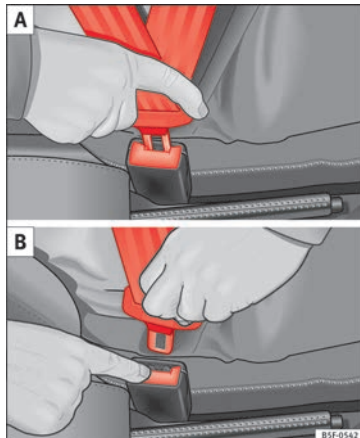

Bild 10 Positionera och avlägsna säkerhetsbältets lås.
- För in låstungen i låset för motsvarande säte och tryck ned till dess att den låser fast med ett tydligt klick » **bild 10 A**.
- Tryck på den röda knappen på bälteslåset » **bild 10 B**. Låstungen frigörs och hoppar ur låset » **△**.